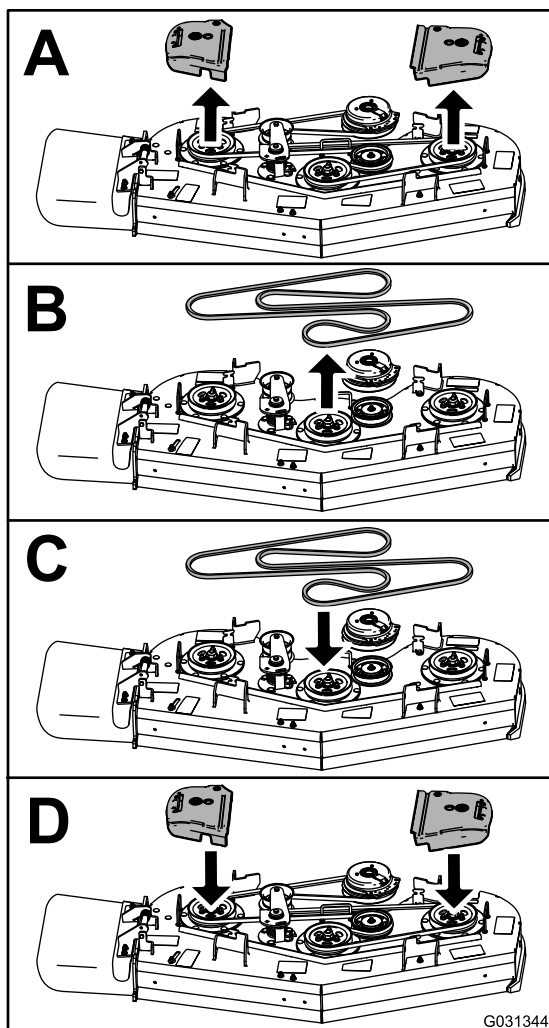

Figure 70
3. Remplacez la courroie comme montré à la Figure 70.